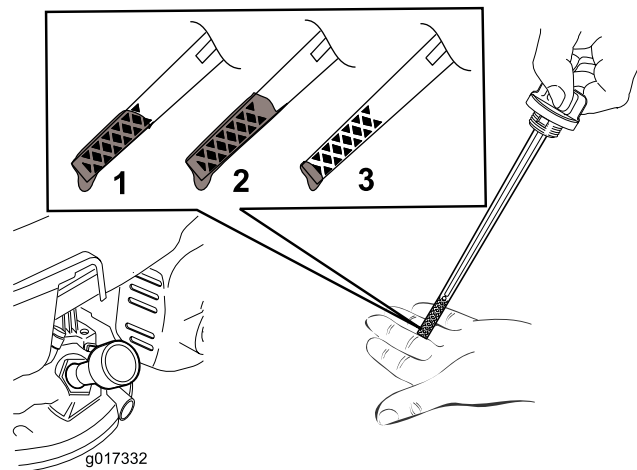

图21
3. 逆时针旋转并拉出量油尺盖，取出量油尺（图21）。
10. 查看量油尺上的油位（图21）。